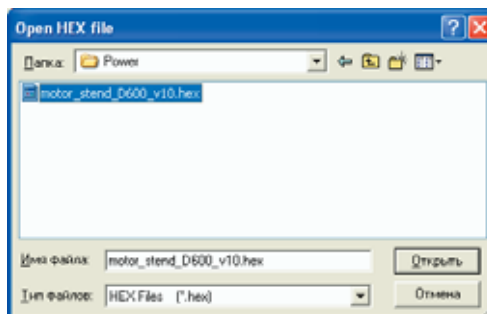

Рис. 58
- 2.5. Выберите файл для программирования платы ЦПУ (рис.58).